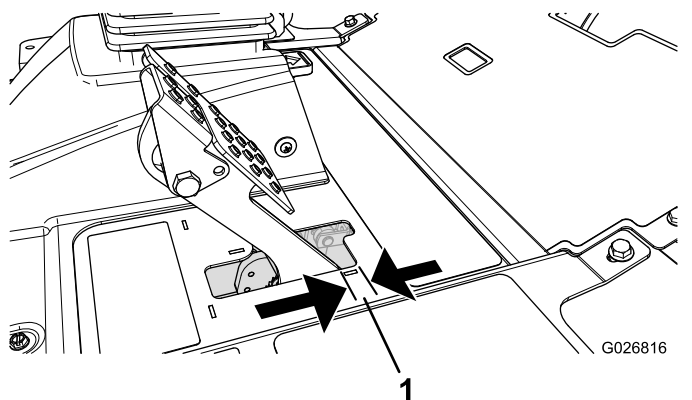

Figure 53
Réglez les freins si la garde à la pédale de frein est supérieure à 2,5 cm (1 po) (Figure 53) ou si la force de maintien offerte est insuffisante. La garde est la distance parcourue par la pédale de frein avant que le freinage soit ressenti.
2. Serrez l'écrou arrière afin de pouvoir déplacer le câble en arrière jusqu'à obtention d'une garde de 0,63 à 1,27 cm ($\frac{1}{4}$ à $\frac{1}{2}$ po) (Figure 53), avant le blocage de la roue.